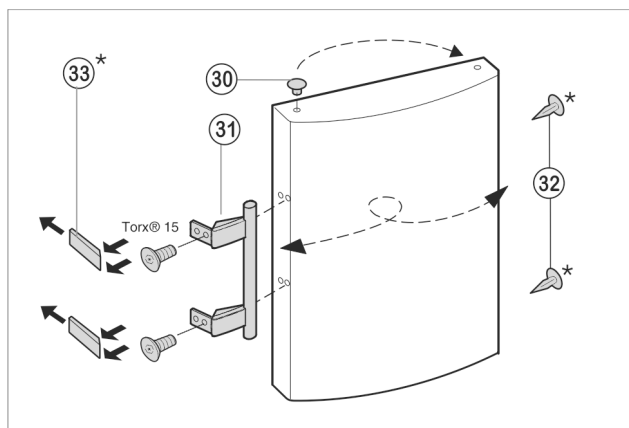

Fig. 8
- Til de stop Fig. 8 (30) uit de deurlagerbus en plaats hem om.
- Monteer deurgreep Fig. 8 (31), stop Fig. 8 (32) en drukplaten Fig. 8 (33) af en monteer ze aan de tegenoverliggende kant.